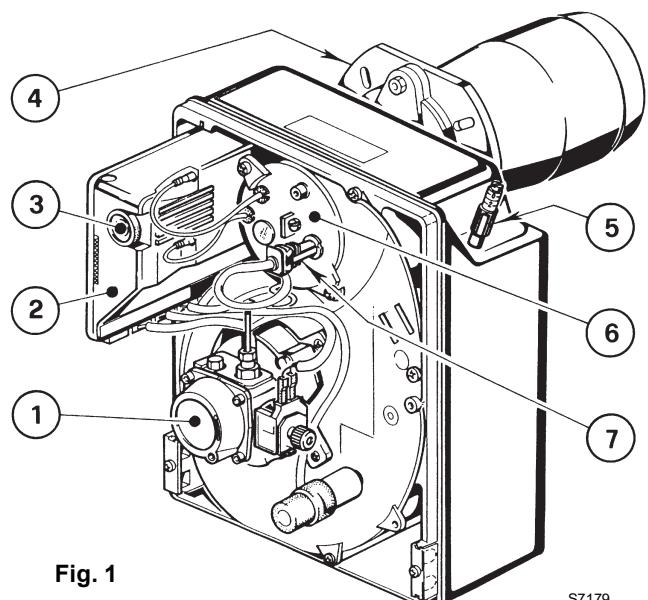

Fig. 1
- C** Signalée par l'allumage du signal sur le bouton de réarmement manuel de la boîte de commande et de contrôle (3, Fig. 1, à la page 1).
- Effectuer le nettoyage de le capteur flamme, (7, Fig. 1, à la page 1).